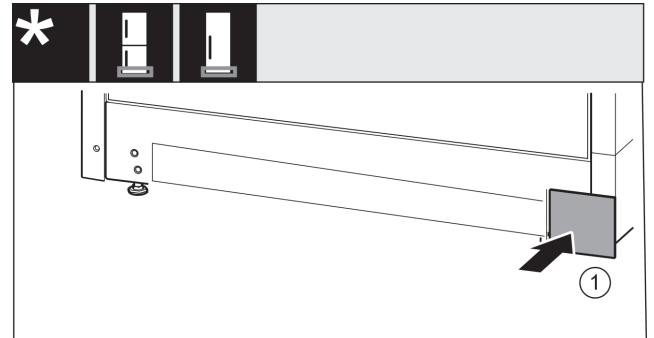

Fig. 19
- ▶ Aseta suojus Fig. 19 (1) uudelleen toiselle puolelle.